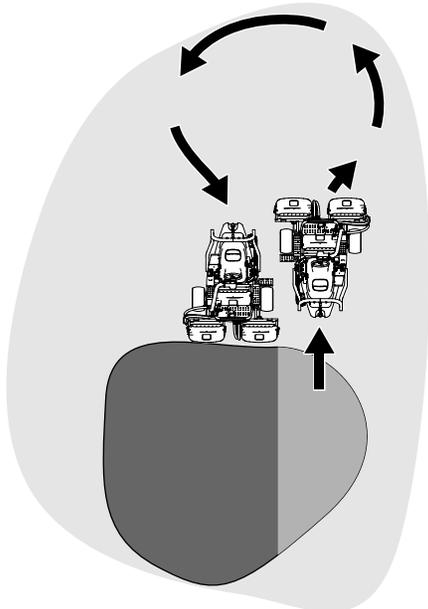

Рисунок 24
6. Чтобы сэкономить рабочее время и облегчить выравнивание для следующего прохода, на короткое время разверните машину в противоположном направлении, а затем направьте ее к нескошенной части. Такое движение машины является поворотом «по каплевидной траектории» (Рисунок 24), позволяющим быстро выровнять ее для следующего прохода.